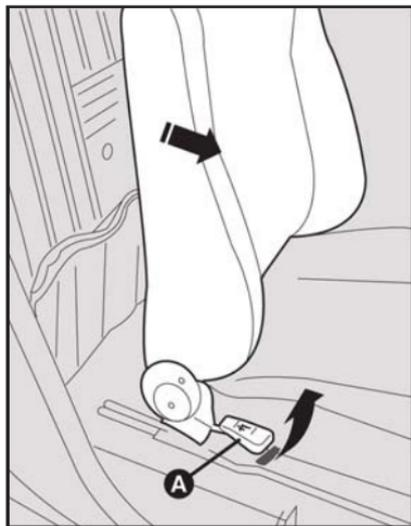
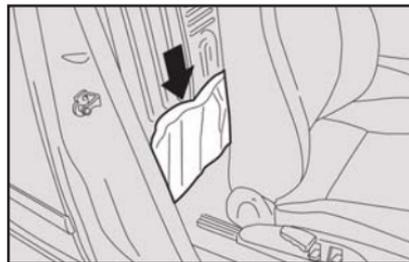
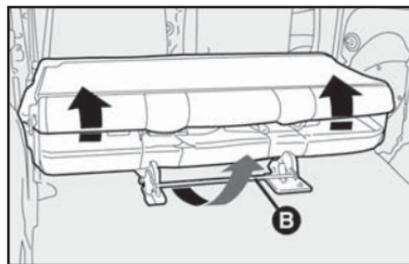
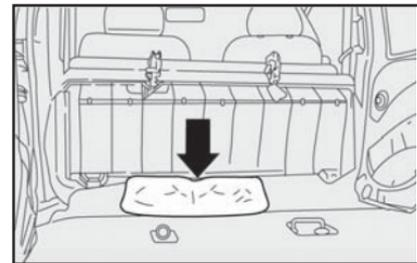

fig. 2
fig. 3
fig. 4
fig. 5
- 1) Mova para a frente o encosto do banco dianteiro direito (para as versões Cargo) levantando a alavanca **A-fig. 2**, retirando a bolsa **fig. 3** ou levante o assento traseiro (para versões passageiro) com a alavanca **B-fig. 4** e retire a bolsa **fig. 5**.